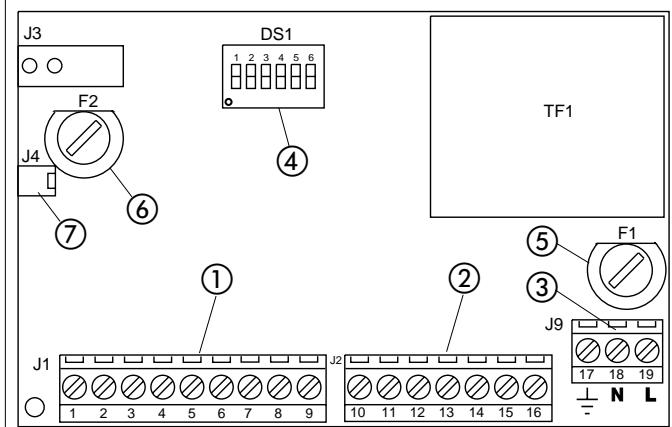

Fig. 19
Fusibles de protección	2 (ver fig.19)
① Regleta de bornes J1 de baja tensión (fig. 19): se utiliza para conectar todos los accesorios (ver tabla 3).
② Regleta de bornes J2 (fig. 19)
③ Regleta de bornes J9 (fig. 19)